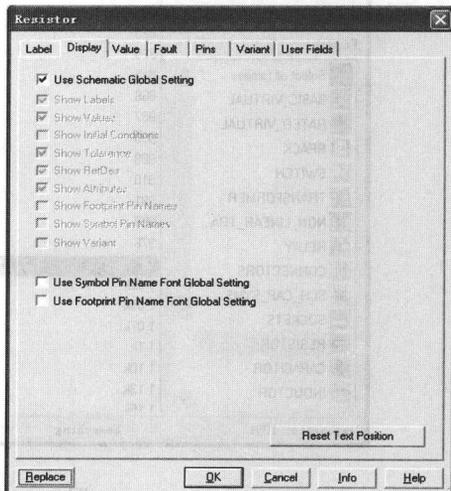

图 1-7 Display 选项卡
(2) Display 选项卡。如图 1-7 所示，用于设置元件的显示方式。